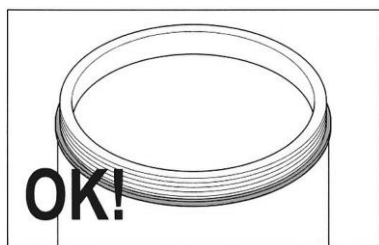

Fig. 31
1. La Fig. 31 muestra una junta correctamente ajustada; está distribuida uniformemente por todo el borde del recipiente.